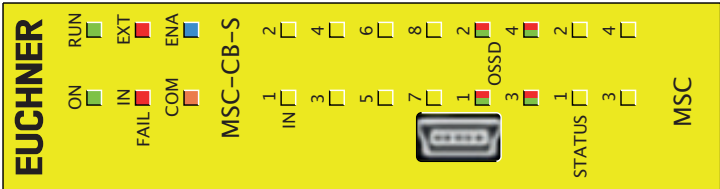

Fig. 17 :
8.3.2. Module de base MSC-CB-S (Fig. 17)